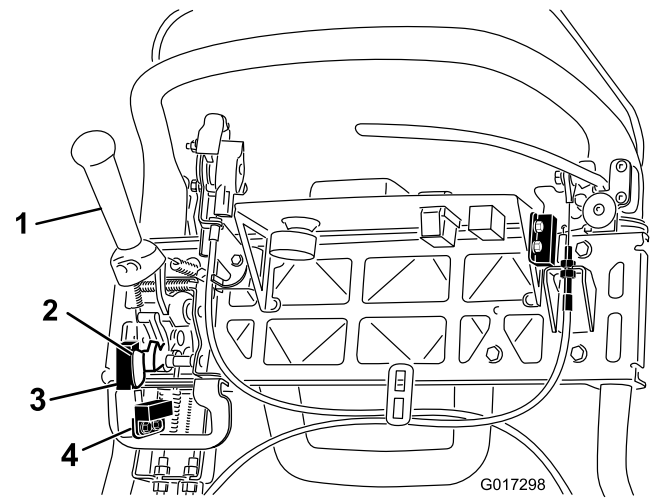

図 38
4. インタロックスイッチを固定しているねじをゆるめる (図 38)。
5. 走行レバーとインタロックスイッチとの間に厚さ 1.6mmのすきまゲージをはさむ (図 38)。
4. 刈り込みセンサー取り付けねじをゆるめる (図 38)。
5. 刈り込みセンサーフラッグとセンサーとの間に厚さ 1.6mmのシムをはさむ (図 38)。